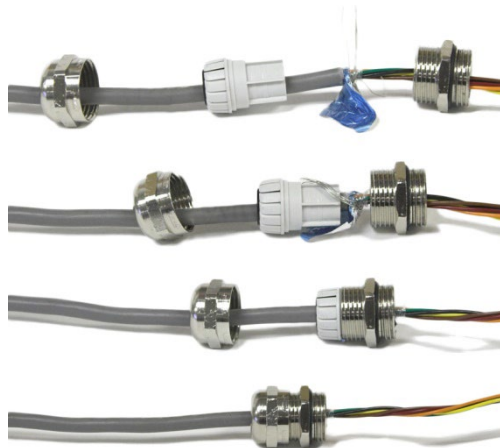

Figura 2-2: Terminazione dello schermo al pressacavo
3. I cavi che includono gli schermi dovrebbero prevedere la terminazione dello schermo al pressacavo come mostrato nella in Figura 2-2. Distribuire i fili dello schermo all'esterno ed assicurarsi che sia presente sufficiente filo dello schermo per creare un buon contatto con la parte in metallo del pressacavo.